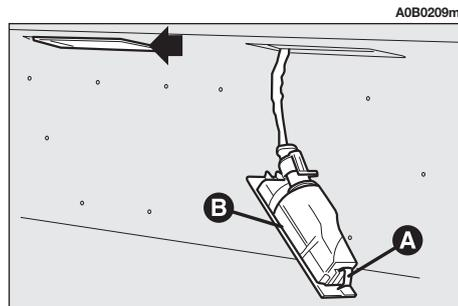

Abb. 46
– Die Kennzeichenleuchtgruppe mit einem Flachblatt-Schraubenzieher, der mit einem weichen Tuch umwickelt wurde, herausnehmen, indem Sie auf die Befestigung (**A, Abb. 46**) einwirken.
– Die Gruppe (**B, Abb. 46**) herausnehmen.